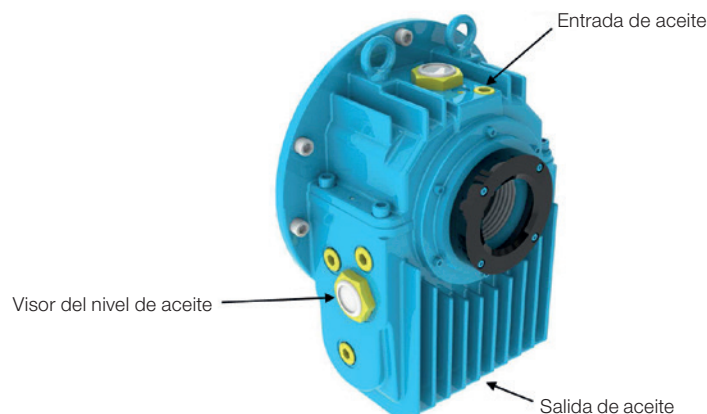

Figura 56 - Cojinete de deselección.
- Drene el aceite a través del drenaje localizado en la parte inferior de la carcasa del cojinete (ver Figura 56);